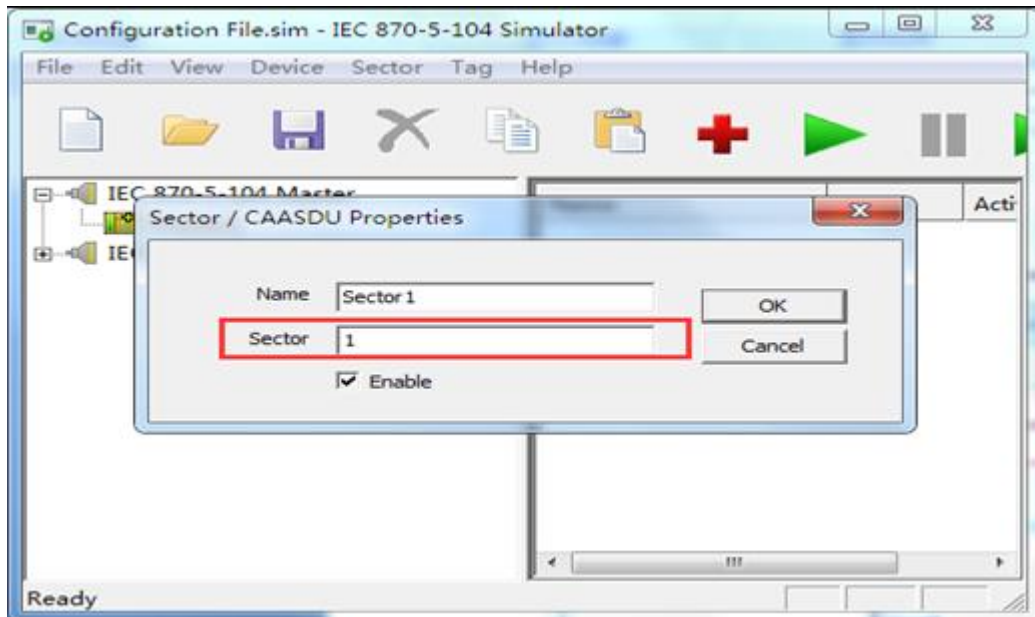

图 5-2 公共地址为 1
(2) 端口号 (Port) 设置为 2404，前面 X2IEC 从站参数设置一致,公共号设置为 1，前面 X2IEC 从站参数设置一致。如图 5-2 所示。